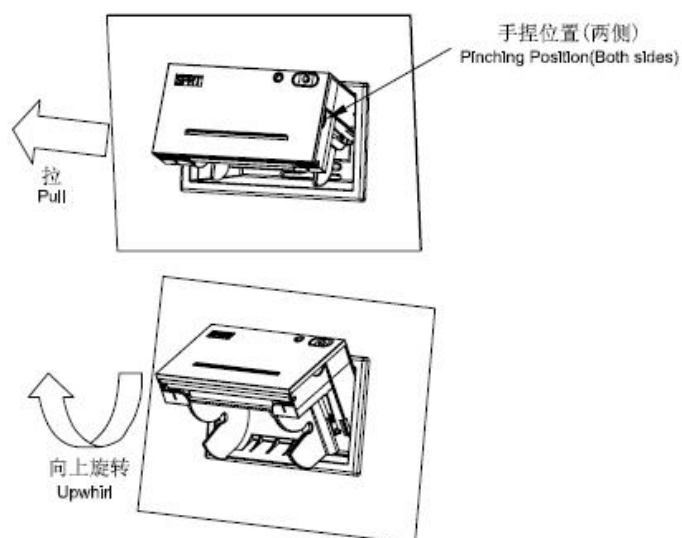

图 2-3
(2) 打印机内壳弹开后，用手捏住两侧向外拉，拉到头后按照图 2-3 所示方向，向上旋转的同时整体向下压，直至卡紧。